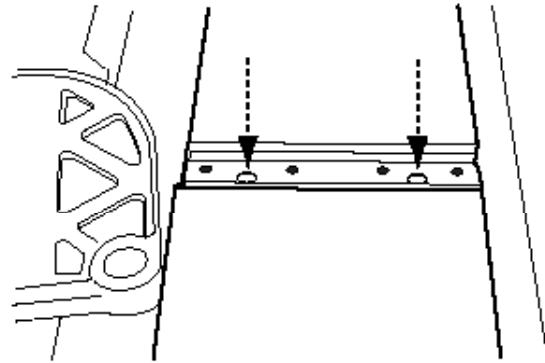

FIGURA 9
7. Busque los dos tornillos de ajuste en la cuchilla expuesta. Consulte la figura 9.